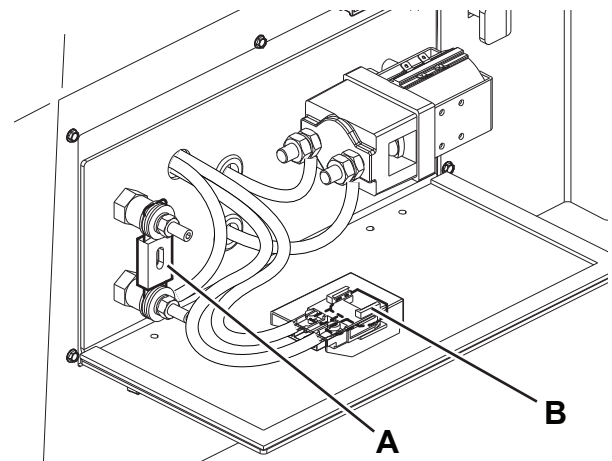

Figure 11
3. Tourner la clé de contact (57) sur « O », puis l'enlever.
4. Ouvrir le couvercle de la boîte à fusibles (23).
- (A, Fig 11) : Fusible en ruban F0 (250 A), moteur électrique pompe principale
- (B) : Fusible à lame F10 (30 A) (B), circuits auxiliaires
6. Fermer la boîte porte-fusibles (23).